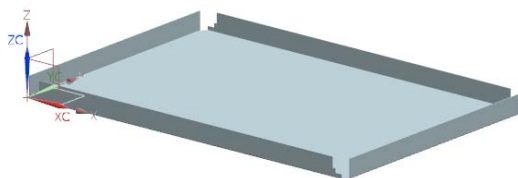

图 2-42 创建法向除料特征
(5) 在“法向除料”对话框中单击<确定>按钮,创建法向除料特征,如图 2-42 所示。